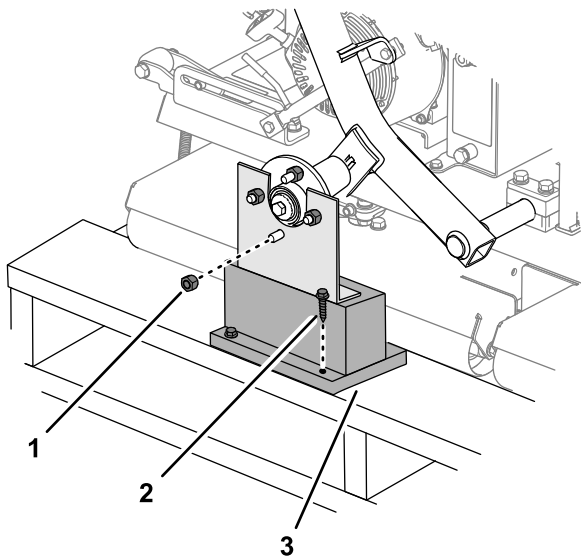

图3
1. 拆下将车轮轮毂固定到运输支架的车轮螺母图3。
2. 卸下拧到轮毂螺栓上的另一个凸缘螺母图3。
3. 拆下将运输支架固定到拖台的短螺栓并取下支架图3。